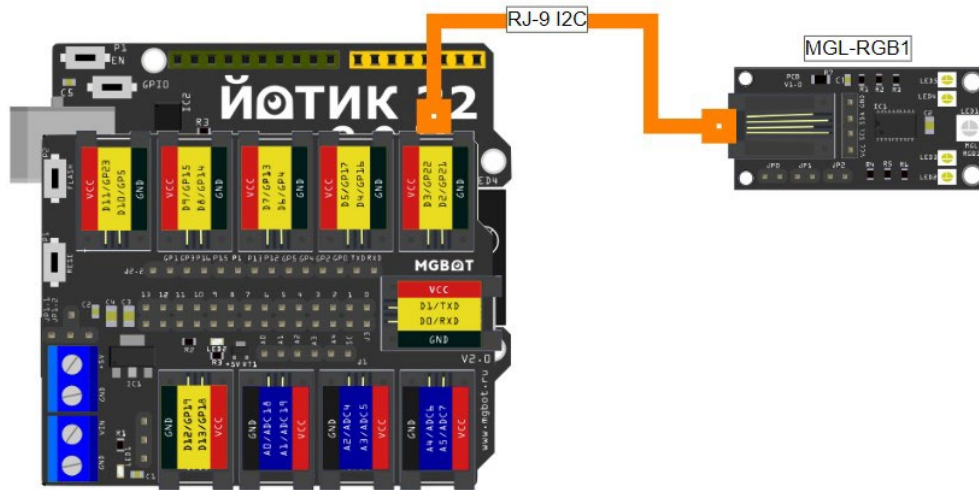

Рисунок 1. Схема подключения модуля RGB-светодиода
4. Собрать начальную схему с RGB-светодиодом (рис. 1)